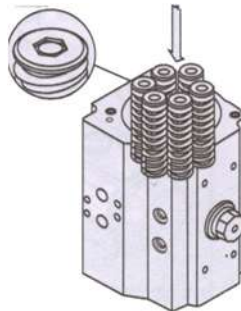

Fig.2
2. Para actuador de simple efecto montar la cantidad adecuada de resortes pre cargados según el modelo mostrado en la fig. 1, insertar los resortes pre cargados (17) según la fig. 2.
3. Montar el o ring de la tapa lateral (14) en la ranura de ambas tapas.
4. Montar las tapas al cuerpo (50) asegurándose que los o ring permanecen en las ranuras.